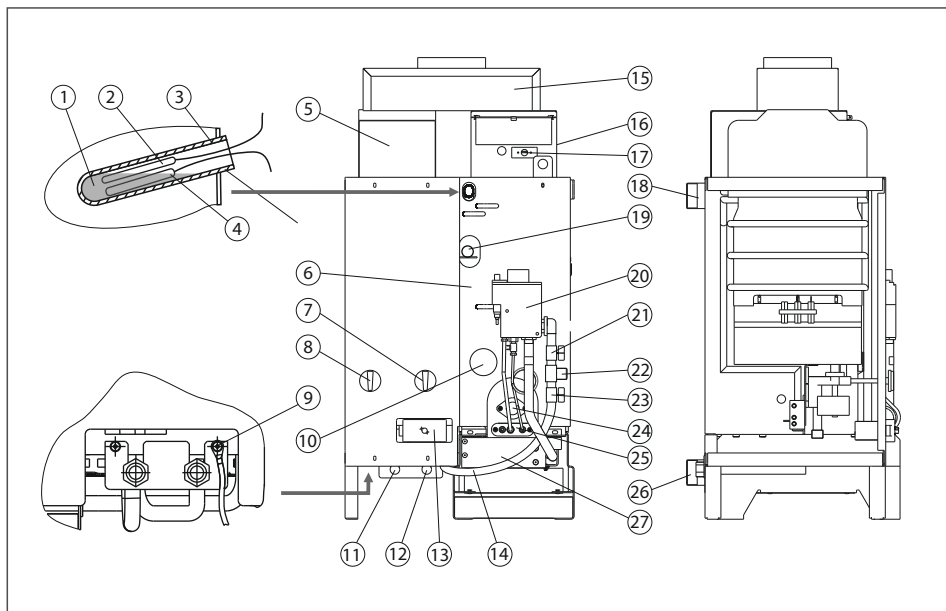

Рис. 1. Строение котла «Житомир-10»
Для корректной работы терморегулятора и термоминдикатора, перед началом эксплуатации в стакан корпуса котла необходимо залить 10 мл машинного масла (п.1 рис.1)
5.2.1. Для установки ТЭНа необходимо слить воду из котла (системы отопления), открыть заглушку (рис.1 поз. 10) и установить на ее место ТЭН с характеристиками, соответствующими таблице 3.